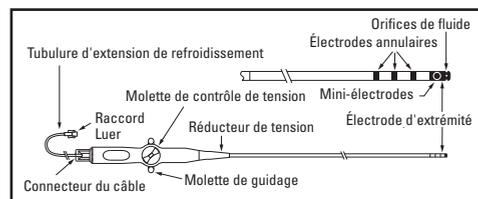

Figure 1. Cathéter d'ablation à irrigation ouverte IntellaNav MiFi
Le cathéter d'ablation à irrigation ouverte IntellaNav MiFi (ci-après « cathéter IntellaNav MiFi OI ») est un cathéter d'ablation à irrigation ouverte quadripolaire de 7,5 F (2,5 mm) conçu pour fournir de l'énergie de radiofréquence (RF) à l'électrode d'extrémité du cathéter de 4,5 mm pour l'ablation cardiaque. Le cathéter IntellaNav MiFi OI contient un capteur de position pour le suivi magnétique et la navigation du cathéter sur un système de cartographie Rhythmia. La figure 1 illustre le cathéter IntellaNav MiFi OI.